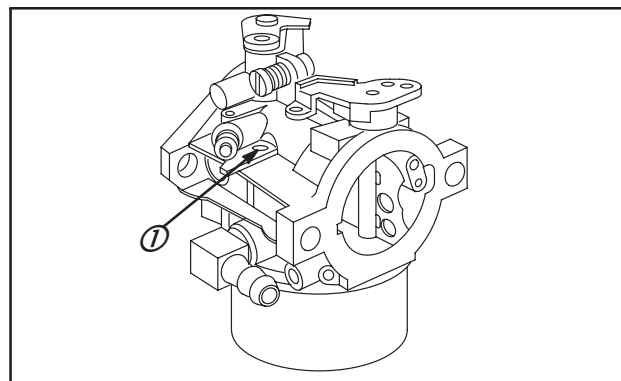

Fig. 103
NOTE : Certains carburateurs à faibles émissions LMT ont des gicleurs de ralenti insérés (1) qui ne peuvent pas être retirés. NE PAS déposer ce type de gicleur, Fig. 103.